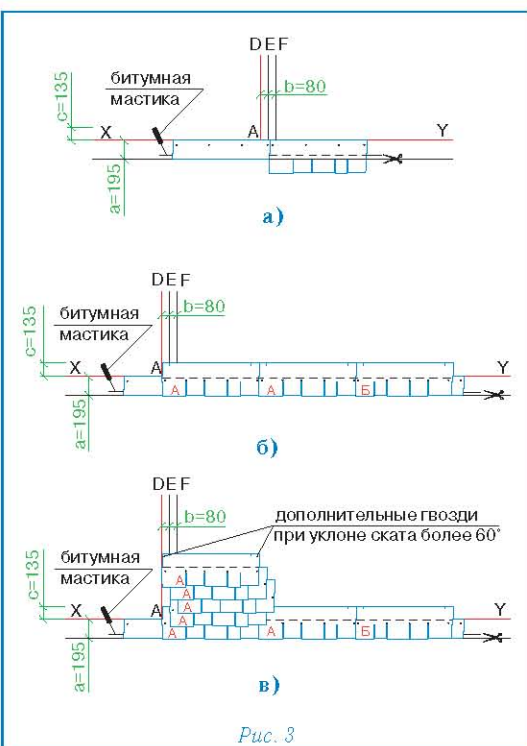

Рис. 3
Укладка материала (рис. 3)
- Начальный ряд формируется из листов черепицы ЗОДЧИЙ с обрезанными лепестками. Полученные таким образом полосы шириной 19,5 см укладываются по линии карниза в обе стороны от линии В (рис. 3а) и фиксируются по нижнему краю битумной мастикой, а по верхней кромке 4 гвоздями (ось гвоздей на 5 см ниже верхнего края полосы);
- далее первый ряд черепицы укладывается от линии AD в следующей последовательности: тип А, тип А, тип Б (рис. 3б);
- второй ряд черепицы укладывается от линии E (со смещением 8,0 см от AD) (рис. 3в);
Каждый лист гибкой черепицы ЗОДЧИЙ крепится 5 гвоздями таким образом, чтобы гвоздь прошивал и верхний край нижележащего листа черепицы (рис. 3б).